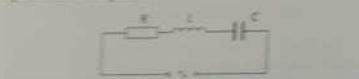

Figura 4.16. Circuito RLC.
Se considera un circuito RLC al compuesto por una resistencia (R), una bobina (L) y un condensador (C) en serie conectado a un generador de corriente alterna (Figura 4.16). Ahora el desfase entre la tensión y la corriente vendrá determinado por los efectos de la bobina y el condensador, ya que ambos son opuestos.